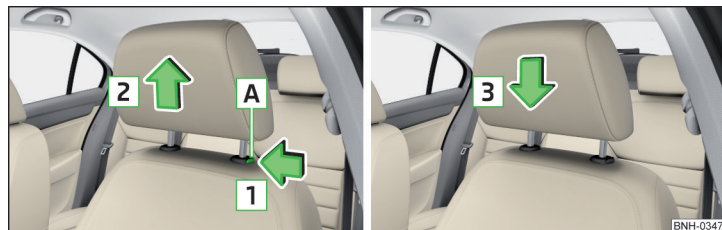

Fig. 77 Extraer / introducir el reposacabezas delantero
- › Para **retirar**, mantener la tecla de seguridad **A** en el sentido de la flecha **1** y retirar el reposacabezas en el sentido de la flecha **2** » fig. 77.